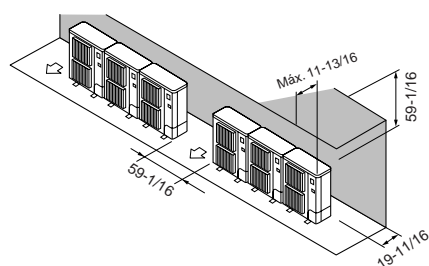

Fig. 2-9
- ② Obstáculos sólo en la parte trasera y superior (Fig. 2-9)